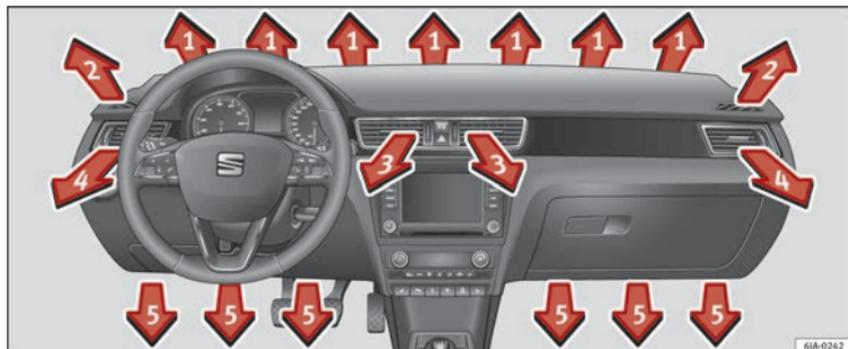

Fig. 168 Bocchette di ventilazione.
- Per variare l'altezza di ricircolo dell'aria, modificare la posizione del comando a cursore verso l'alto o il basso »» fig. 168.
La fuoriuscita dell'aria dalle bocchette di ventilazione si regola mediante il comando **C** »» fig. 169. Le bocchette 3 »» fig. 168 e 4 possono essere aperte e chiuse singolarmente.